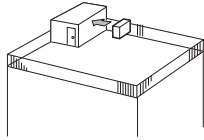

Fig. 2-4
- ① Rikta luftutblåset mot närmaste vägg, cirka 35 cm från väggen. (Fig. 2-4)